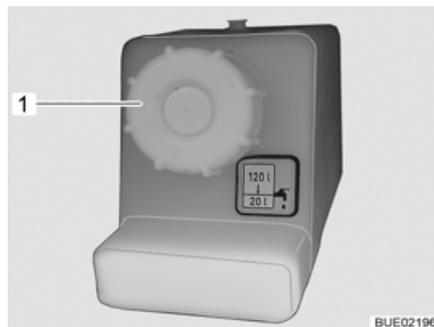

Bild 189 Verschlussdeckel für Trinkwasser-Einfüllstutzen
- Verschlussdeckel (Bild 189,1) entgegen dem Uhrzeigersinn drehen und abnehmen.